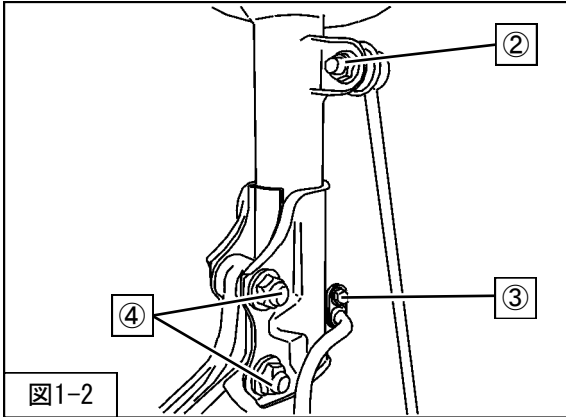

図1-2
3. ②スタビライザリンク取付ナット
③ブレーキホースクランプ取付ボルト
④ダンパーロア取付ボルト・ナットを取外してください。(図1-2)